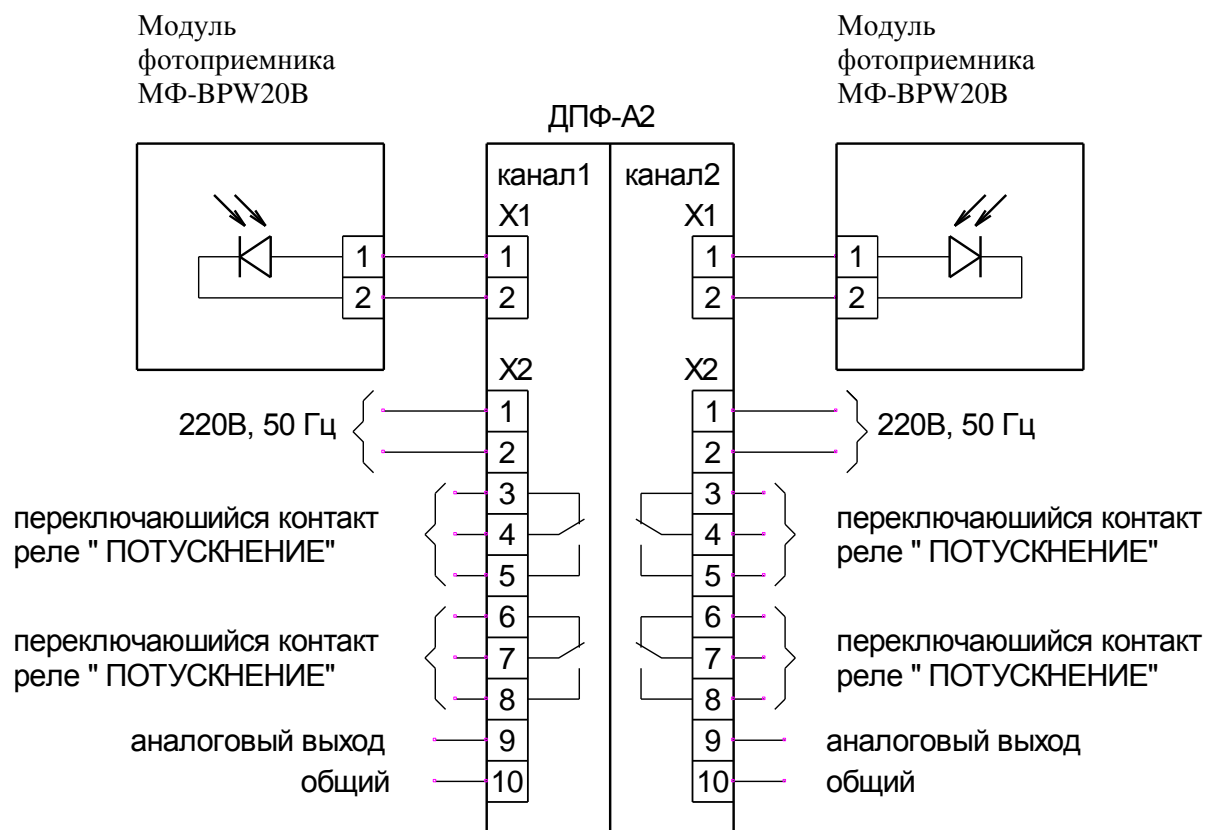

Рис.3. Схема подключения датчика ДПФ-А2.
гласно рис. 3. Фотоприемник подключить двухжильным экранированным кабелем, экран кабеля заземлить.
5. Расключить на клеммную колодку в соответствии с рис. 3.